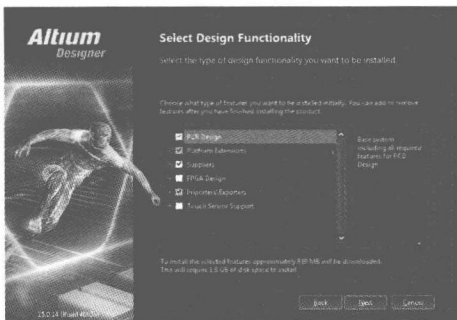

图 1-3 选择设计功能对话框
3) 选择“I accept the agreement”（接受授权协议）单选框，单击“Next”按钮，进入图 1-3 所示的选择设计功能对话框。